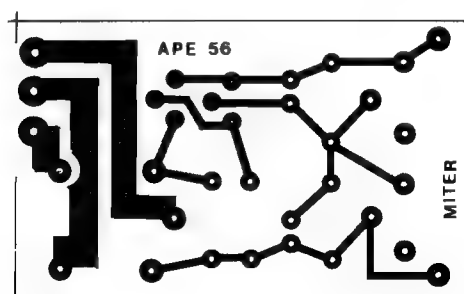

Fig.3
- **FIG. 3 - LAY OUT DO CIRCUITO IMPRESSO ESPECÍFICO** - Propositamente (como se trata de uma aplicação nitidamente "industrial"...), evitamos "excesso de miniaturização", de forma a enfatizar a robustez e a facilidade de eventual manutenção ou adaptação... Não faria nenhum sentido, para as funções pretendidas, uma montagem super-hiper-miniaturizada, para ser instalada junto a um maquinário do tamanho de um carro, e pesando centenas de quilos... De todo modo, nem por isso "leiautamos" o padrão de ilhas e pistas de forma exageradamente ampla, procurando uma compactação que atende apenas à praticidade e a uma certa "elegância" de instalação... A figura, em escala 1:1 (tamanho natural) mostra, em negro, as áreas cobreadas, devendo o Leitor observar que as pistas necessárias aos caminhos de alta Corrente (entre os contatos de utilização do relê incorporado, e os terminais de Saída do MITER...) são obrigatoriamente mais "taludas", justamente devido ao regime de Potência relativamente "bravo"